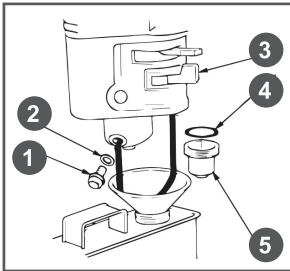

Рис. 23 Обслуживание фильтра-отстойника
1. Установите рычаг топливного крана 3 в положение «ЗАКРЫТО» (Рис. 23).
и слейте топливо из поплавковой камеры карбюратора (Рис. 23).
4. Открутите стакан отстойника 5, вылейте из него топливо в заранее подготовленную емкость (Рис. 23).
1. Слейте топливо из топливного бака и карбюратора (Рис. 23).